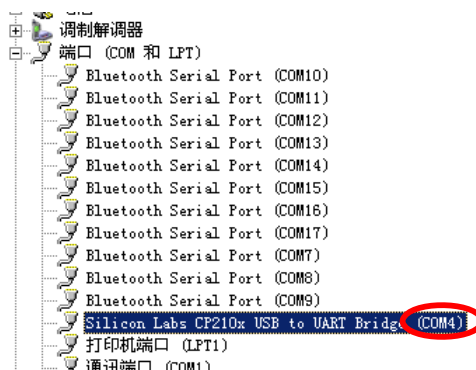

图 6.49 查看 CP2102 串口的编号
14. 在打开的窗口中，左侧找到“设备管理器”，并在右侧展开“端口（COM和LPT）”，找到“Silicon Labs CP210x USB to UART Bridge”，该名称后面的“COMx”即为端口号，如图 6.49所示；